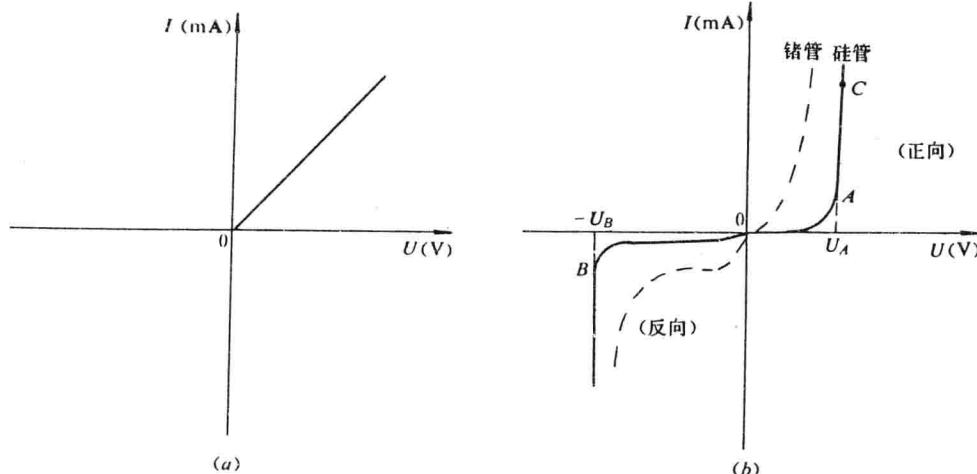
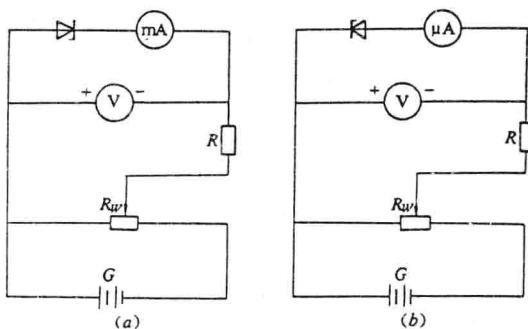

图 1-13 伏安特性曲线
图 1-14 二极管特性测试电路
伏安特性，既可用公式  $U = IR$  表示，又可用正比例的线性图形表示；而对于二极管一类的非线性元件，没有公式可循，只能根据实际测量，画出非线性的特性曲线来。二极管的伏安特性曲线，如图 1-13(b) 所示。我们可按图 1-14 所示电路对二极管的特性进行测试，并将测试结果用描点法画入直角坐标图。
(1) 测正向特性，见图1-14(a)。调整电源电压，至二极管电压 $U_{VD} = 0.2, 0.4, 0.5, 0.6, 0.7, 0.8\text{V}$ ，用电流表测量上述电压相应的 $I_{VD}$ 。将所得数值逐一记录。将二极管正向电压与正向电流之间的关系，用描点法绘入坐标系，得二极管正向特性曲线。